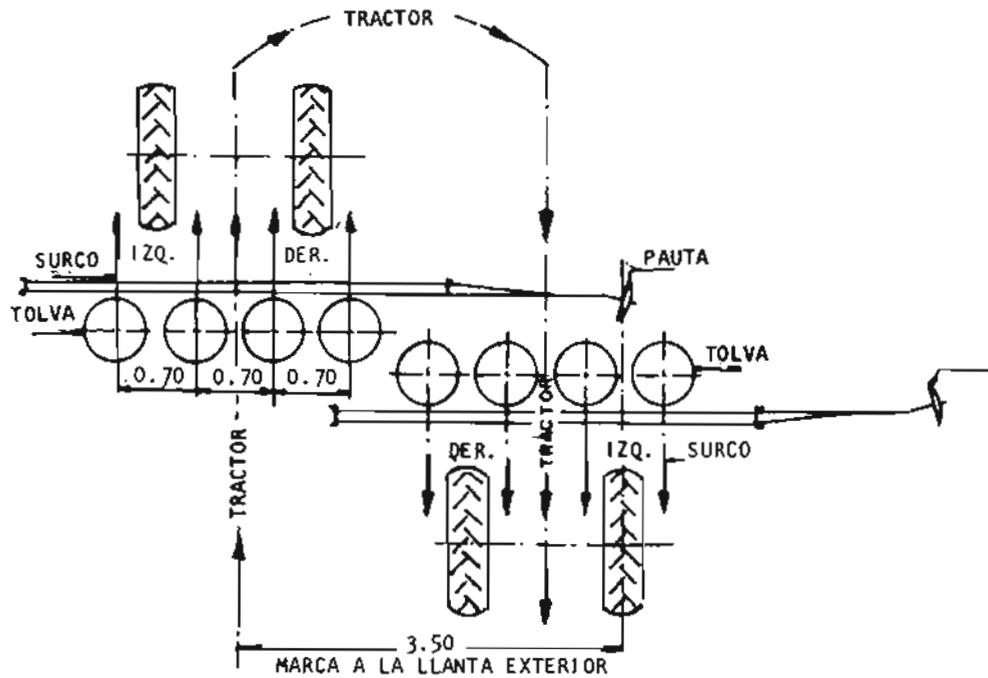

Fig. 8
- Para marcar la rueda exterior debe ser igual a cinco veces la distancia entre surcos. (Fig. 8)